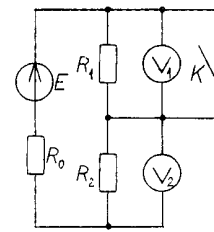

рис.13
16. В електричному колі (рис.13) $E = 24$ В, $R0 = 100$ Ом. Показання вольтметрів при розімкненому ключі К $U1 = 15$ В, при замкненому ключі К $U2 = 20$ В. Визначити опори резисторів $R1$ та $R2$.